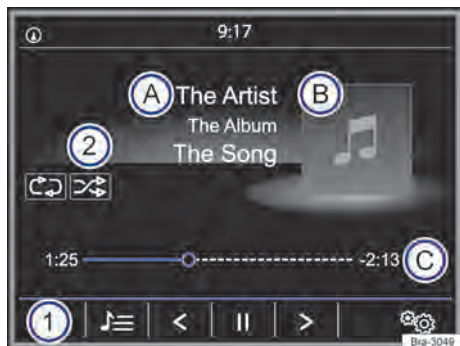

Fig. 143 Menu principal MEDIA.
– Pressionar o botão do rádio **MEDIA** para abrir o menu principal *MEDIA* → Fig. 143.
As fontes de mídia que são reproduzidas atualmente são exibidas na superfície de função na parte inferior esquerda → Fig. 143 ①.
- **OU**: no menu principal *MEDIA* tocar na superfície de função → **Fig. 143** ① e selecionar a fonte de mídia desejada.